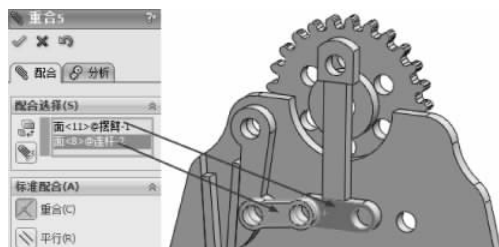

图 3-147 重合配合
(10) 选择【标准配合】选项组下的【重合】配合类型 , 在【要配合的实体】选择框  中选择如图 3-147 所示的面, 其他保持默认, 单击【确定】按钮 , 完成重合配合。